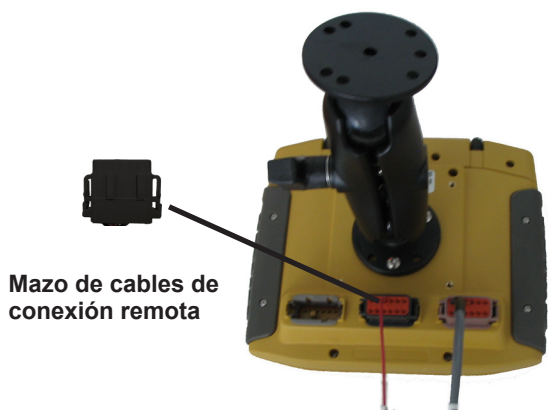

Figura 5-7. Conecte el mazo de cables de conexión remota al puerto de conexión codificado por color
1. Conecte el mazo de cables de conexión remota al puerto central (figura 5-7). Este mazo de cables permite activar la representación gráfica de guía de forma remota.